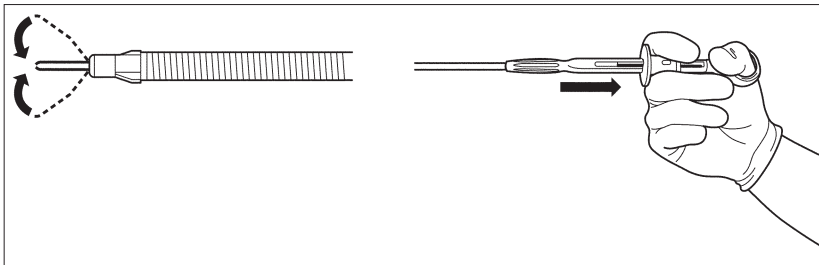

Рис. 3.11
5. Полностью подтяните ползунок на себя до закрытия бранш клипса на объекте клипирования (см. рис. 3.11).